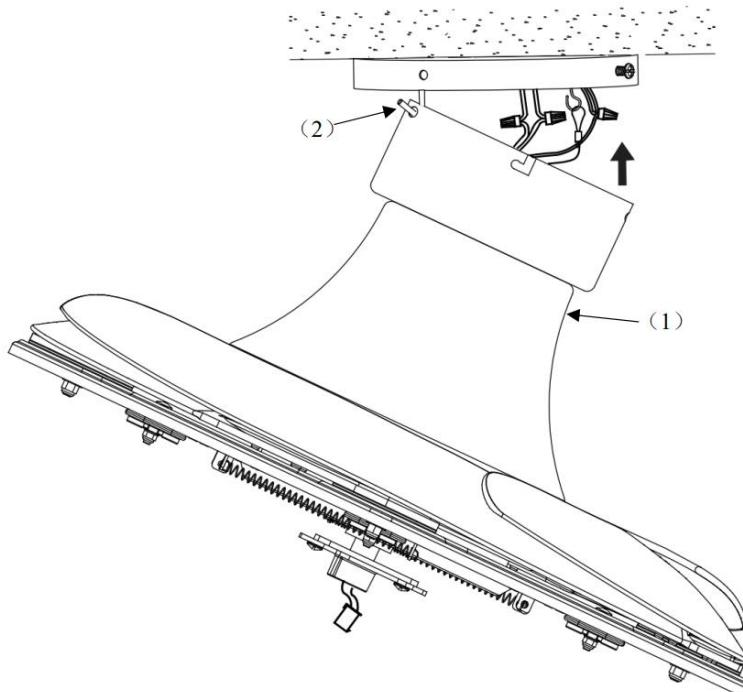

Fig. 6
- Eleve el conjunto del ventilador (1) hasta el soporte demontaje. Cuelgue el conjunto del ventilador en el gancho en forma de J (2) del soporte de armado. (**Fig.6**)